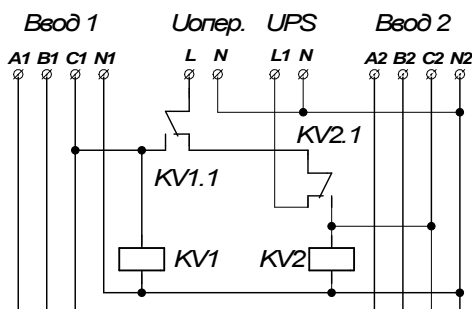

Рис.10 Схема получения оперативного питания с использованием 2-х реле напряжения и UPS
5.2.3. Схема получения оперативного питания с использованием 2-х реле напряжения и источника бесперебойного питания. UPS питается от одной из фаз любого ввода. Выход UPS подключается к схеме, показанной на рис.10.